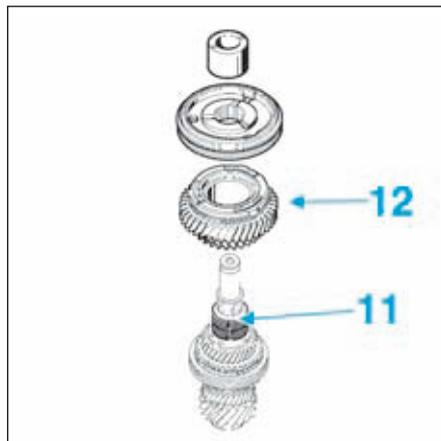

FIG.30
- Mettre en place la cage à aiguilles (11) puis poser le pignon fou de 2° (12) (Fig.30).